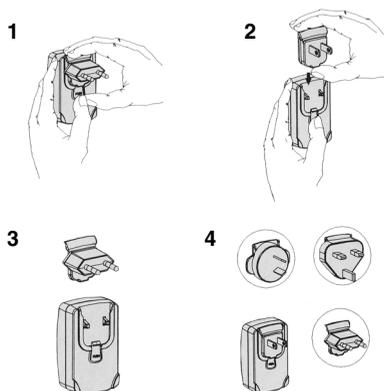

Abb. 1 Netzsteckeradapter einsetzen
- Unter Bezugnahme auf Abb. 1 die Anweisungen auf der Verpackung des Netzsteckeradapters befolgen.